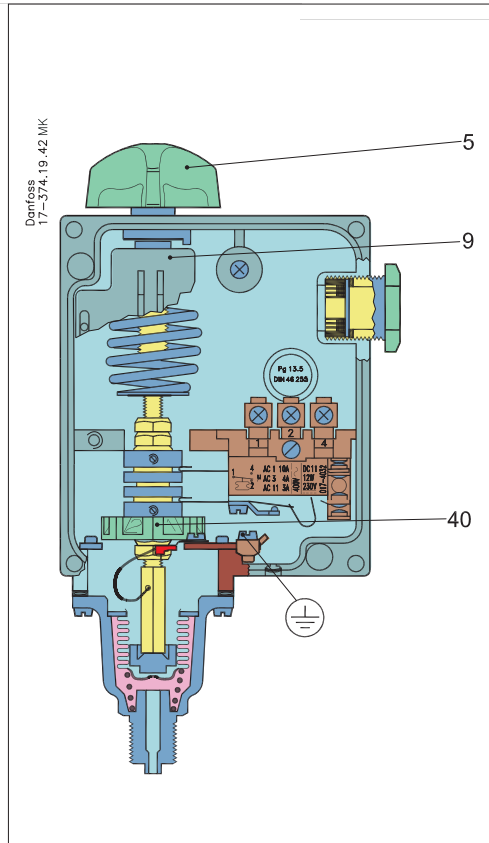
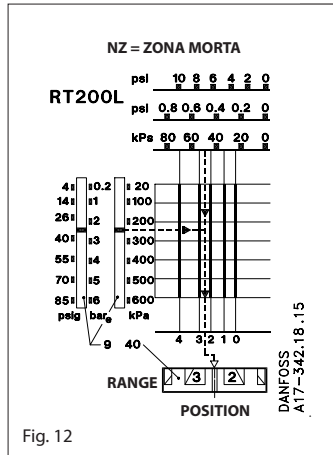
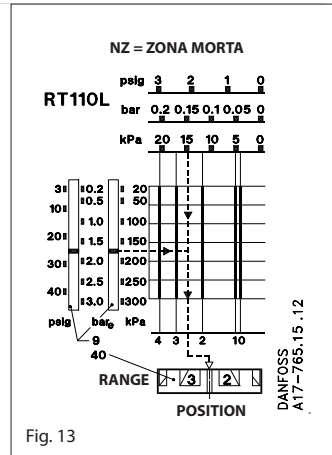

Fig. 8
Fig. 12
Fig. 13
L'intervallo della variabile osservata nel quale l'elemento correttore non si attiva ( si veda fig. 13).
Il valore viene impostato mediante una manopola (5) fig. 8 leggendo la scala di regolazione. La pressione impostata è la pressione alla quale i contatti 1-4 si aprono (vedere fig. 13).
La zona neutra richiesta può essere ricavata dal grafico dell'unità RT considerata. La posizione nella quale il disco della zona neutra (40) deve essere impostato può essere letto nella scala inferiore del grafico. Il funzionamento è mostrato nella fig.13.
Il modello RT 200L deve essere regolato mediante l'apposita manopola (5) fig. 8 pag. 9 a 3.5 bar (35 m di colonna d'acqua) meno il differenziale fisso di 0.2 bar.
La zona neutra,  $35 - 32 = 3$  m colonna d'acqua, corrispondente a 0.3 bar, deve essere impostato sul disco di zona neutra (40) fig. 8 pag. 9. In base al grafico fig. 12 la regolazione del disco è 1 o poco più. Un'impostazione più precisa si può ottenere mediante la prova indicata nella fig. 14.